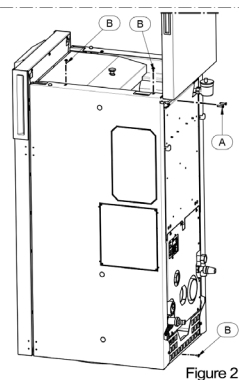

Figure 2
- Dévisser les 2 vis A et les 3 vis B, puis retirer le côté C (Figures 2 et 3)
- Tirer et relâcher 4 à 5 fois la tige de nettoyage de l'échangeur (Figure 2).